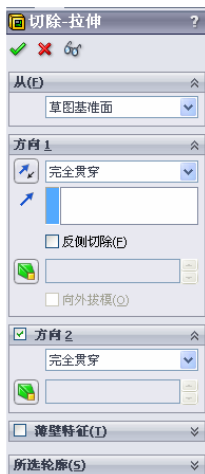
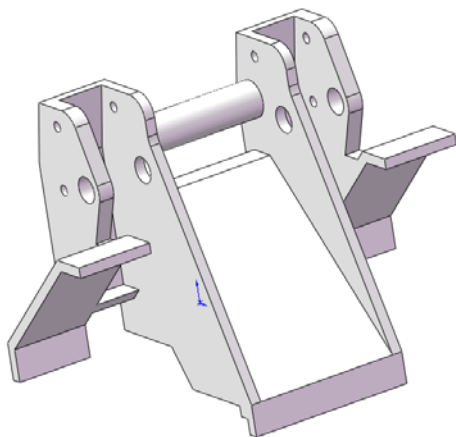

图 13-174 “切除-拉伸”属性管理器
图 13-175 拉伸切除结果 2
(22) 切除拉伸实体 2。选择菜单栏中的“插入”→“切除”→“拉伸”命令，或者单击“特征”工具栏中的（切除拉伸）按钮，此时系统弹出如图 13-174 所示的“切除-拉伸”属性管理器。在“方向 1”和“方向 2”中设置终止条件为“完全贯穿”，然后单击属性管理器中的（确定）按钮，结果如图 13-175 所示。